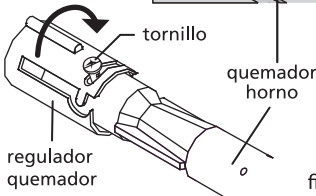

fig. 9
**1.- Llama amarilla:** del mismo modo que para los quemadores de cubierta, ésta es una característica de falta de aire en la mezcla. Para corregir levante ligeramente el piso del horno tomándolo por los agujeros laterales (1) y extráigalo hacia delante (2) (fig. 8 ), luego afloje el tornillo y gire el regulador de modo que las aberturas aumenten (fig. 9 ).